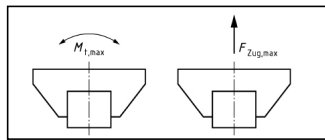

Рис. 1
**⚠** При динамической нагрузке силы и моменты, представленные в таблице, следует снизить, как минимум на 35 %, как ориентировочное значение. При необходимости следует учесть другие силы и моменты (отличающиеся от представленных на рис. 1).